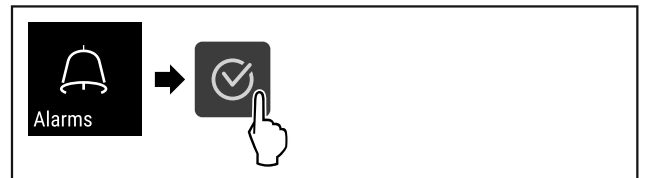

Fig. 135
- ▶ Suivre les étapes (voir Fig. 135).